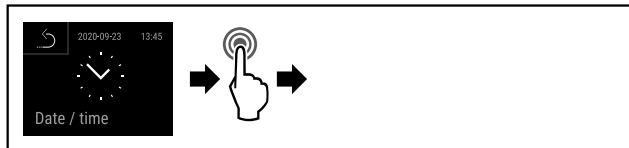

Fig. 105
- ▶ Efectuați pașii de acțiune (vezi Fig. 105).